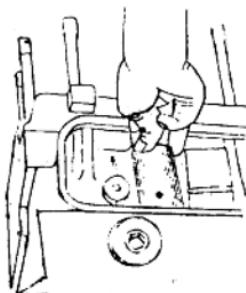

图 1-7 挺柱的拆装示意图
- (5) 拆下机体下侧盖板和上侧盖板，并取出挺柱，如图 1-7 所示。